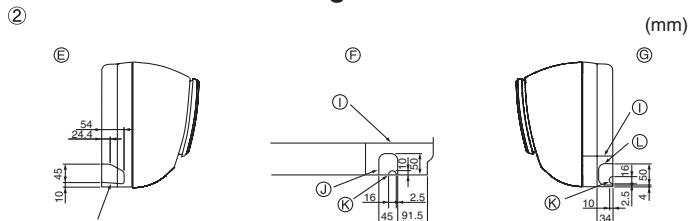

Fig. 4-3
- ② Determine a posição dos furos separadores na estrutura da unidade. (Fig. 4-3)